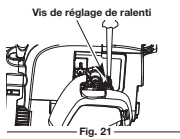

Fig. 21
La vitesse de ralenti du moteur est réglable à l'aide d'un vis de réglage accessible par un trou situé sur le dessus du couvercle du moteur (Fig. 21).
- Relâchez la manette des gaz et laissez le moteur tourner au ralenti. Si le moteur s'arrête, insérez un tournevis cruciforme entre la couverture du filtre à air et celle du moteur (Fig. 21). Tournez la vis du ralenti dans le sens des aiguilles d'une montre, 1/8 de tour à la fois (selon le besoin) jusqu'à ce que le moteur tourne au ralenti sans à-coups.